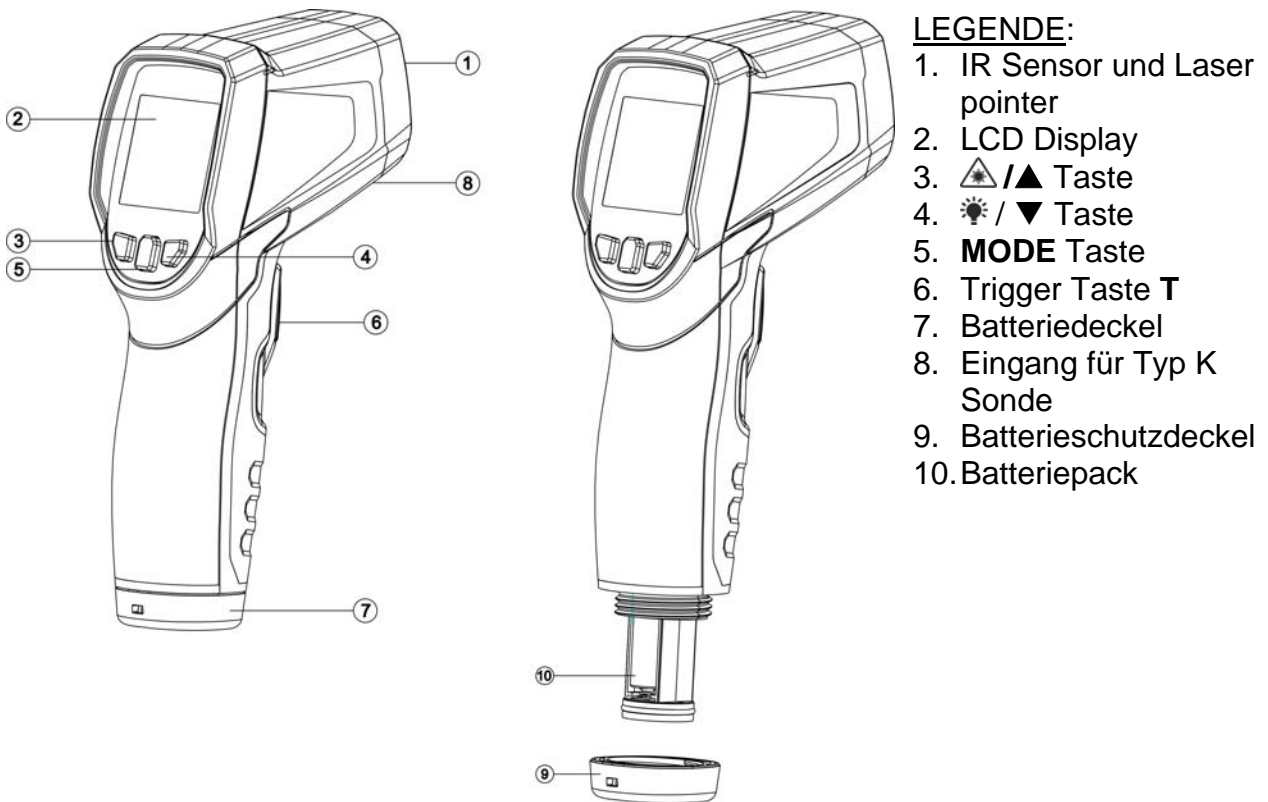
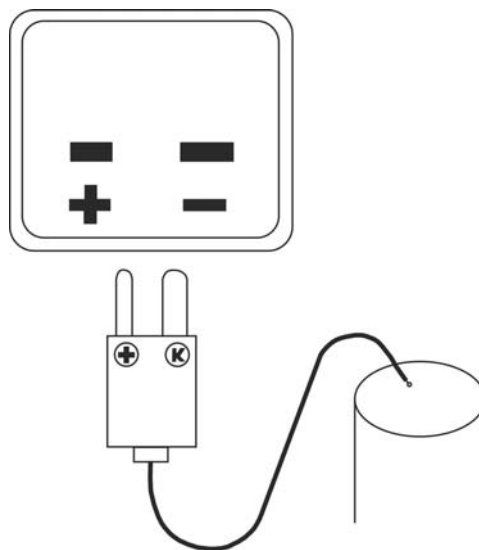

Abb. 1: Beschreibung des Gerätes
Abb. 5: Verbindung der K-Typ Sonde mit dem Messgerät
Die Trigger Taste **T** (siehe Abb. 1 – Teil 6) ermöglicht die folgenden Operationen:
1. Öffnen Sie die Schutzkappe des Eingangs für den K-Typ Stecker (siehe Abb. 1 – Teil 8) und verbinden Sie die K-Typ Sonde unter Berücksichtigung der korrekten Polarität (siehe Abb. 5)
1. Schrauben Sie die Befestigungsschraube auf (siehe Abb. 1 – Teil 9) und öffnen Sie den Batteriefachdeckel.